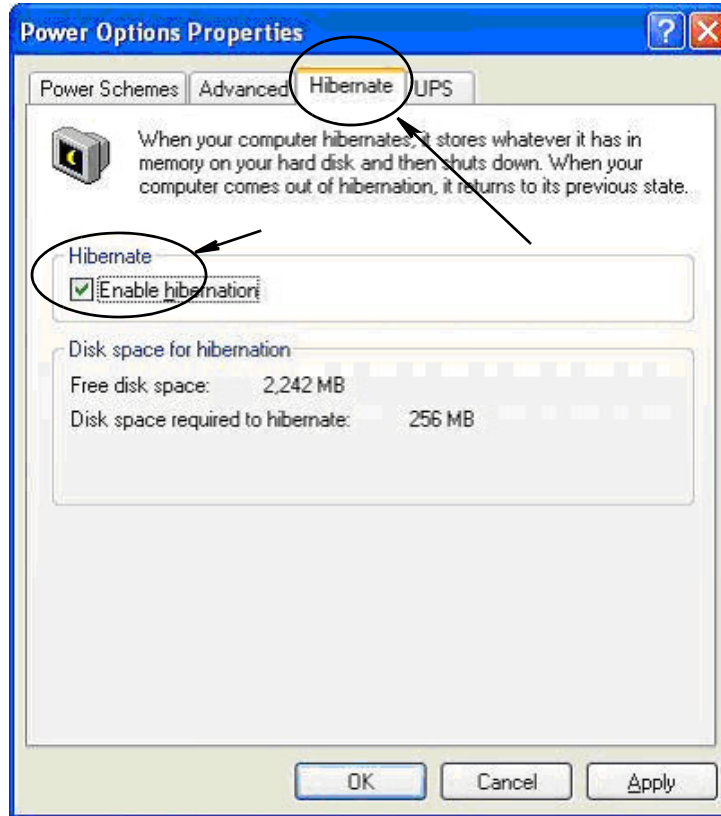

图 31
3. 选择休眠选项卡。通过清除（不选）“启用休眠”复选框关闭休眠功能。单击“应用”和“确定”关闭所有窗口（图 31）并保存更改。